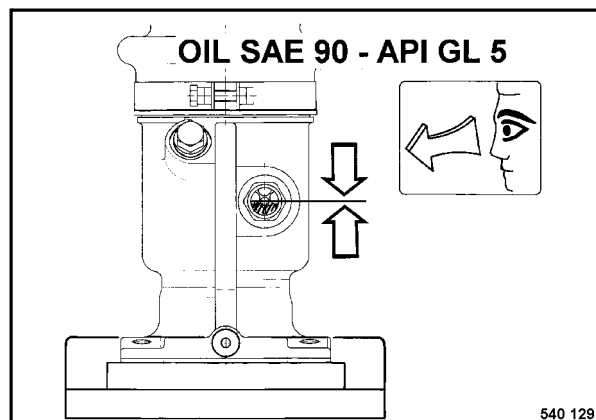

Fig. 6
- Limpiar el cristal de observación (Fig. 6) y comprobar el nivel de aceite.